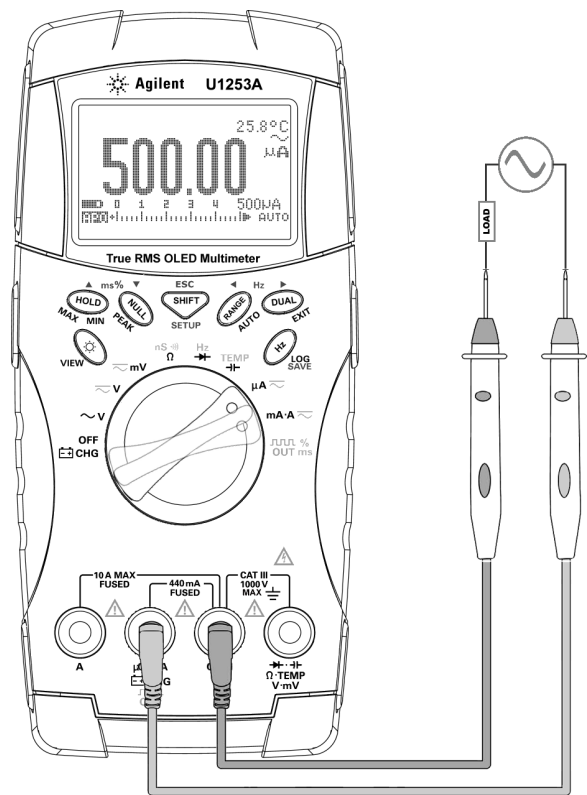

Figure 2-3 Mesure du courant en μA et mA
- 3 Connectez les cordons de test rouge et noir respectivement aux bornes d'entrée $\mu\text{A.mA}$ (rouge) et COM (noire) (reportez-vous à la Figure 2-3 à la page 34).
- 2 Connectez les sondes de test comme indiqué à la Figure 2-3 à la page 34.